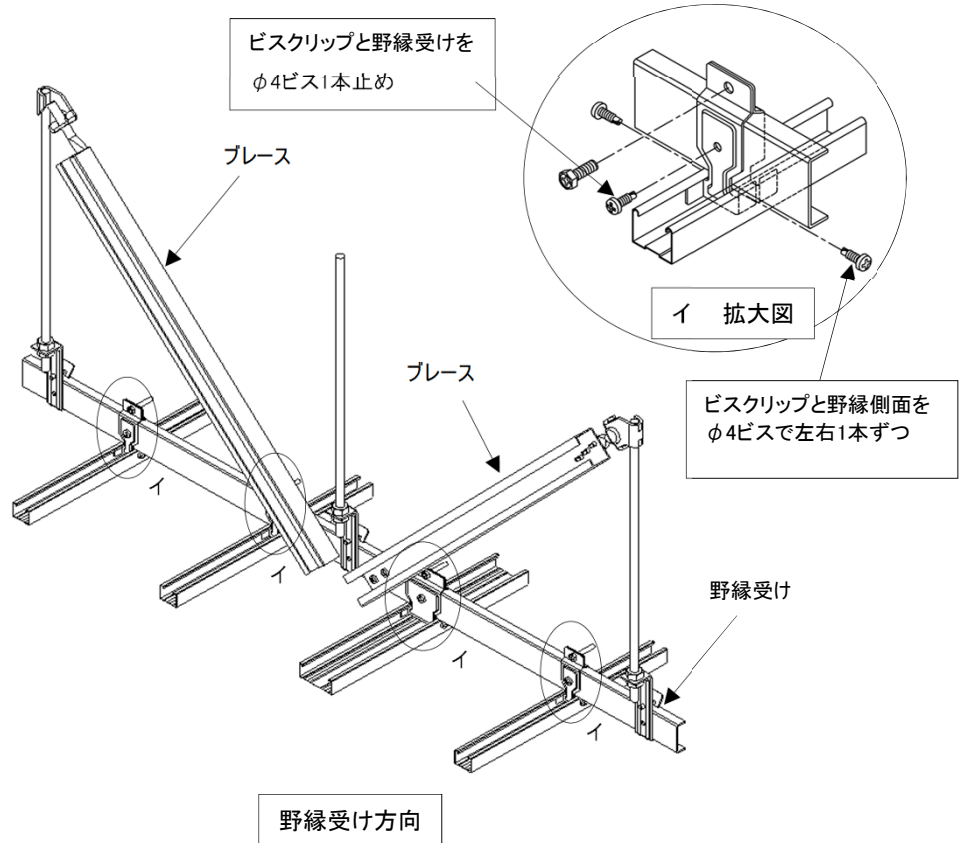

図 2-18 ブレース付近のビス止め補強(野縁受け方向)
- ・野縁受け方向については、ブレース付近の野縁とビスクリップをφ4ビス(2本)で4ヶ所止め付ける。また、野縁受けとビスクリップはφ4ビス(1本)で4ヶ所止め付ける。(図2-18参照)